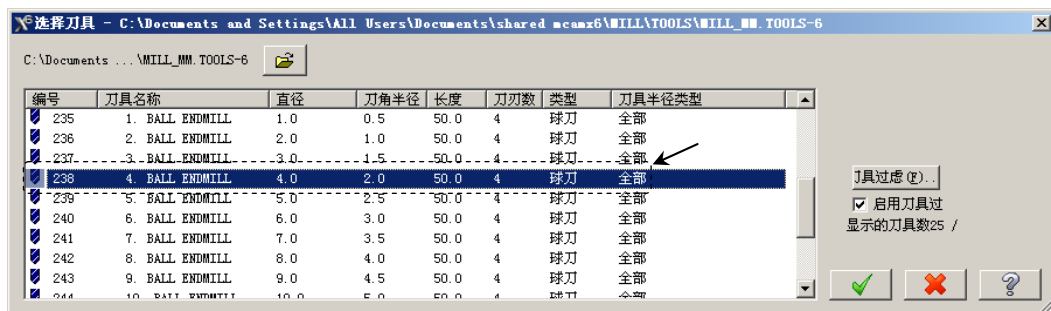

图 23.30 “选择刀具”对话框
(3) 单击 按钮, 系统弹出“曲面精加工环绕等距”对话框。
Step6. 选择刀具。在“曲面精加工环绕等距”对话框中单击 按钮, 系统弹出“选择刀具”对话框, 在该对话框的列表框中选择图 23.30 所示的刀具。单击 按钮, 关闭“选择刀具”对话框, 系统返回至“曲面精加工环绕等距”对话框。